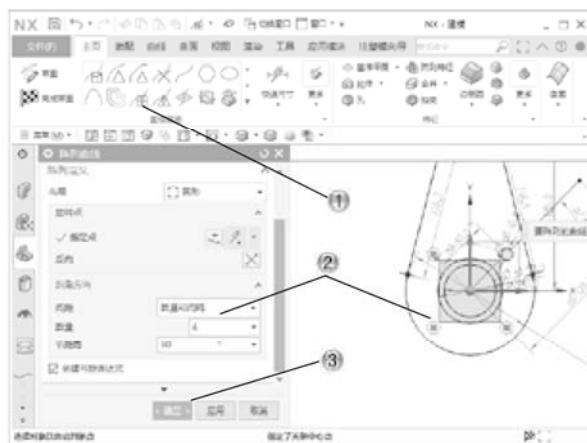

图 2-51
- ① 单击【主页】选项卡中的【阵列曲线】按钮 \square 。
- 如图 2-51 所示。
② 在绘图区中，选择圆形并设置阵列参数。
③ 单击【确定】按钮，阵列草图。